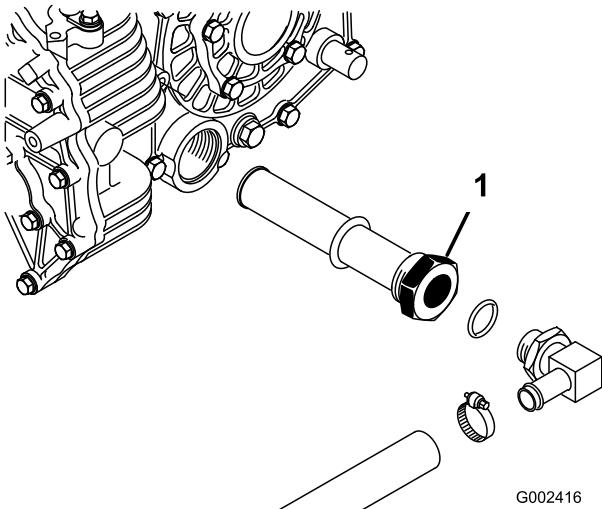

Рисунок 73
3. Отметьте ориентацию гидравлического шланга и 90-градусного фитинга, подсоединеного к сетчатому фильтру на боковой стороне резервуара (Рисунок 73).